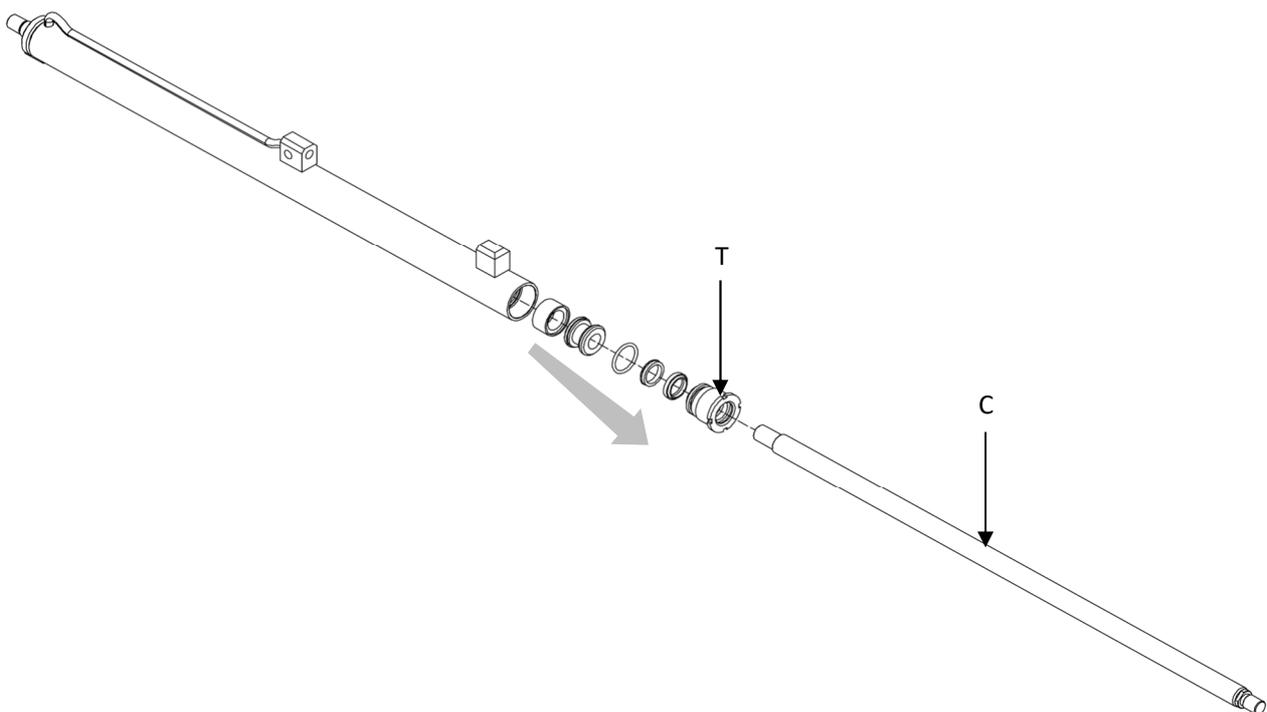

Figure 38
8. Prendre comme référence la *Figure 38*.